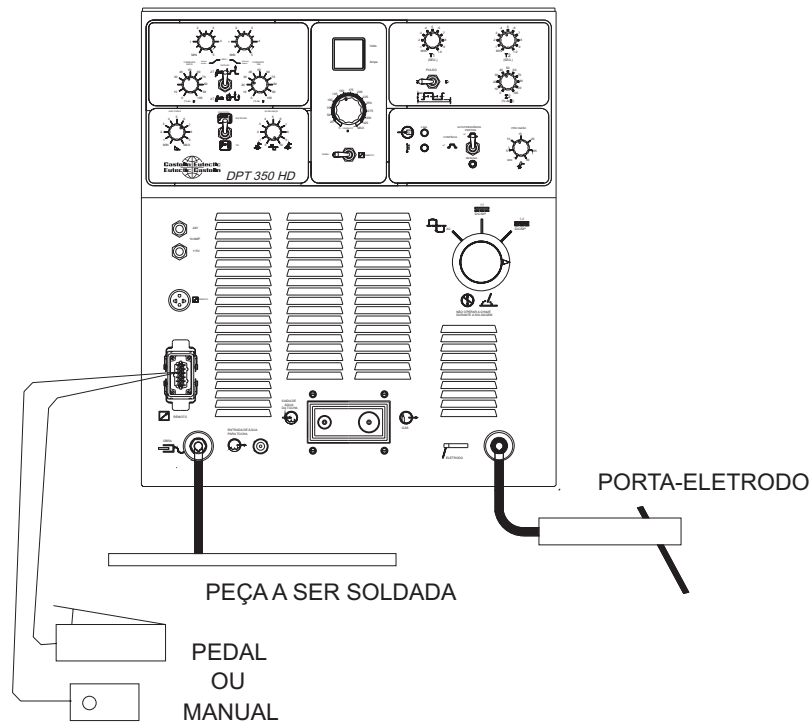

FIGURA 10 - Circuito de soldagem para soldagem com eletrodo revestido.
- 1 Conectar os cabos eletrodo e obra conforme a figura 10 com a chave liga/desliga (30) do painel traseiro desligada.
- 2 Colocar a chave seletora de corrente (5) na posição que corresponder ao eletrodo e a aplicação.